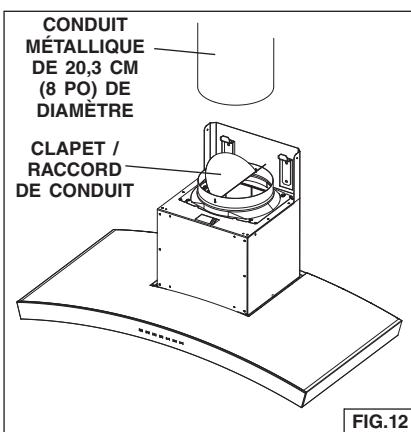

FIG.12
1. Enlevez la pellicule protectrice de la sortie du ventilateur avant d'installer le clapet sur la hotte avec les (4) vis fournies et scellez les joints avec du ruban en aluminium pour conduits. Fig. 12.